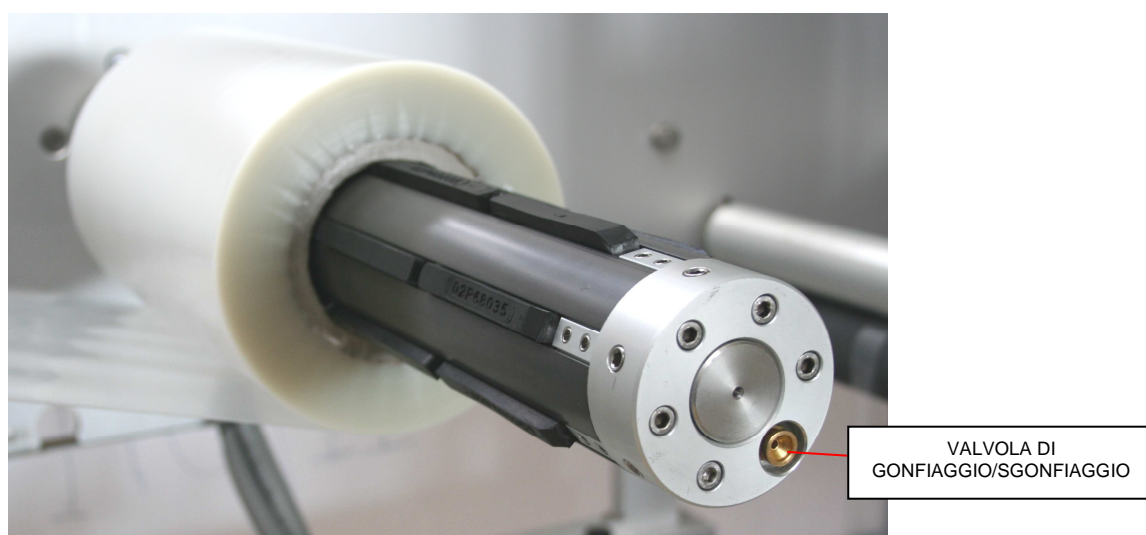

Fig. 4 Albero a espansione
- Albero a espansione (Fig. 4): la macchina può essere equipaggiata con un albero a espansione sul quale viene posizionata la bobina di film. con l'apposita pistola ad aria (Fig. 5) è possibile "gonfiare" l'albero e quindi bloccare la bobina. Per "sgonfiare" l'albero è necessario premere la valvola indicata in figura dalla linea rossa.